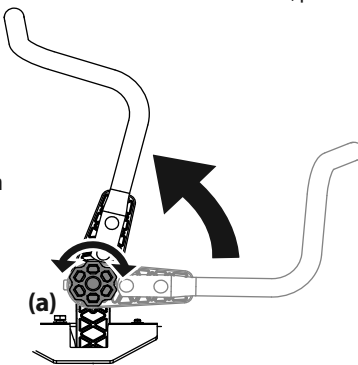

Figura 10
1. Gire la perilla (a) en el sentido contrario a las agujas del reloj para aflojar la perilla (a). Consulte la Figura 10.
3. Gire la perilla en el sentido de las agujas del reloj para asegurar la palanca de control de la transmisión en su posición. Consulte la Figura 10.